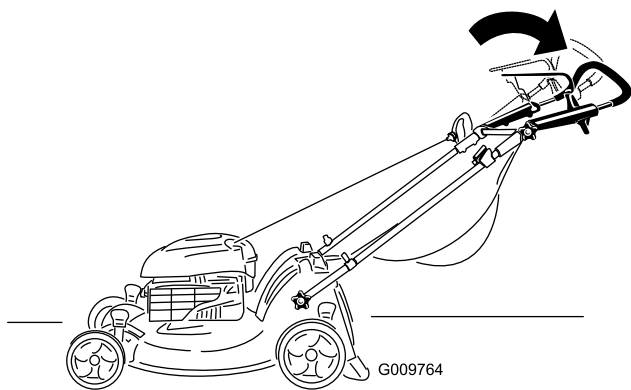

Figura 19
2. Spostate la sezione superiore della stegola nella posizione desiderata (Figura 19).
3. Serrate saldamente la manopola della sezione superiore della stegola (Figura 19).